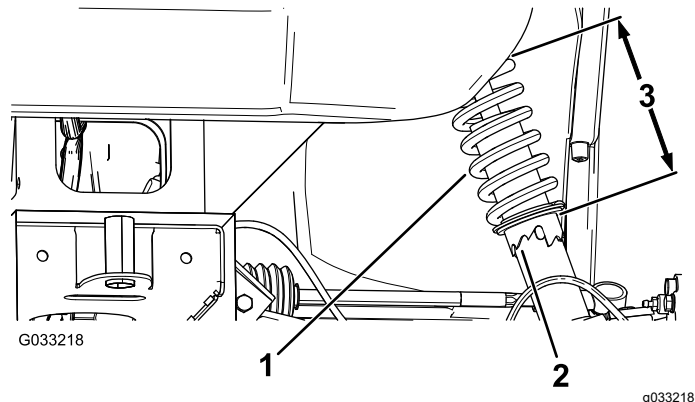

Figura 55
2. Si la caída de la rueda no está alineada, utilice la llave de gancho para girar el collarín del amortiguador y alinear la rueda (Figura 55).